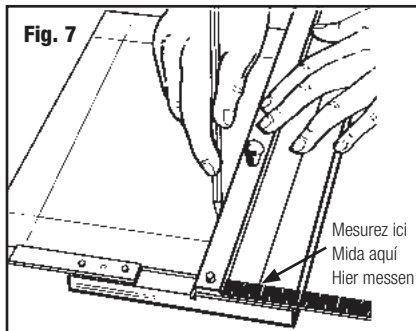

Fig. 7
4. Tracez les bordures au dos de la feuille à découper. Glissez la feuille de carton sous la barre de guidage et contre les barres d'équerrage. Alignez la bordure de la feuille de carton à la dimension souhaitée. (Fig. 7)
4. Marque los límites en el dorso de la paspartús. Deslice el tablero del paspartús debajo de barra de guía y contra las barras de escuadra. Alinee el borde del paspartús a la dimensión deseada. (Fig. 7)
4. Markieren Sie die Ränder auf der Rückseite des Passepartouts. Schieben Sie das Passepartoutkarton unter die Führungsleiste gegen die Anschlagleisten. Richten Sie die Kante des Passepartoutkartons auf die gewünschte Größe aus. (Abb. 7)